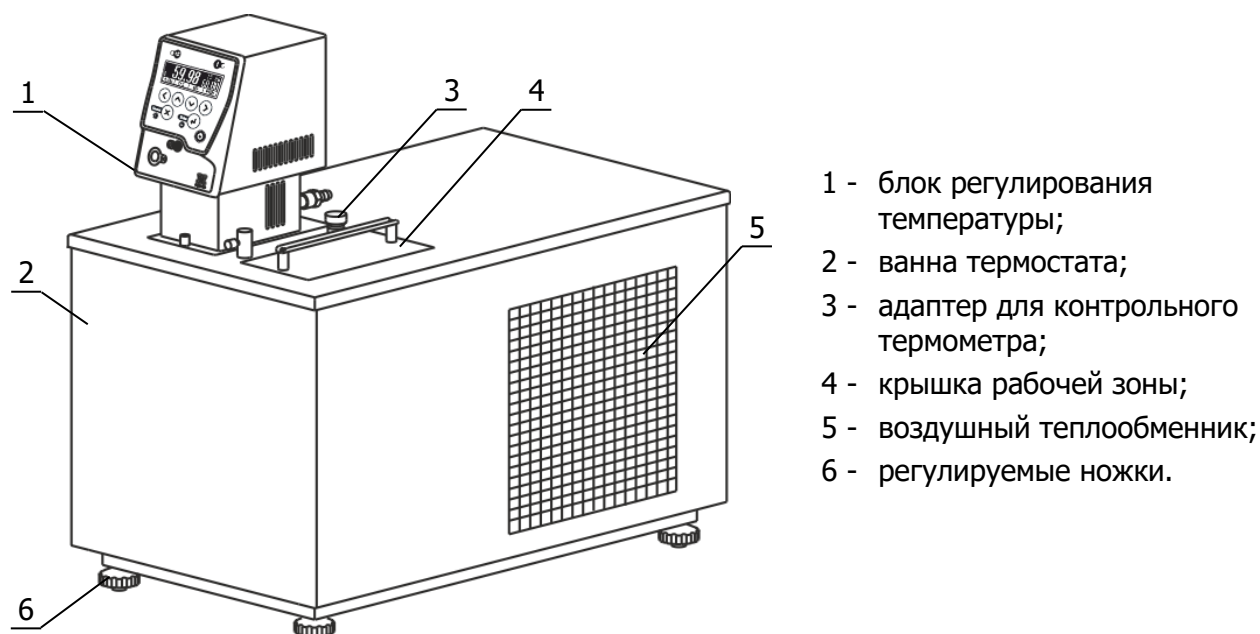

Рисунок 1 — Внешний вид термостатов
2.2.2 Установить ванну термостата на горизонтальную поверхность. Добиться горизонтального положения крышки ванны вращением ножек 6 (рисунок 1).
- использовать крышку рабочей зоны 4 (рисунок 1), ограничивающую доступ воздуха к поверхности теплоносителя;
- при помощи пылесоса тщательно очистить от пыли черную оребренную поверхность теплообменника 5 (рисунок 1);